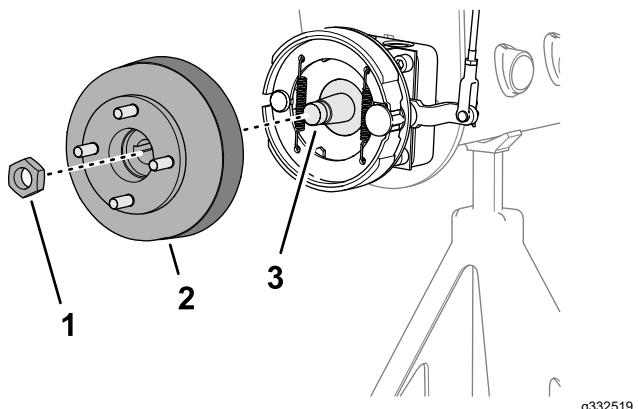
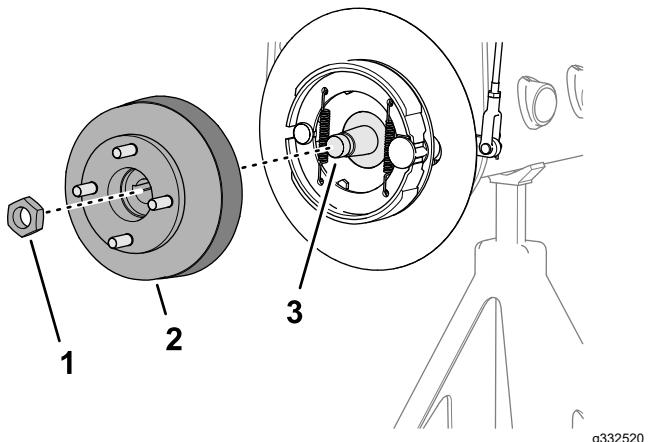

Figura 73
Figura 74
- Monte o cubo da roda e tambor dos travões no veio do motor das rodas (Figura 73 ou Figura 74).
- Prenda o cubo da roda ao veio com a porca de bloqueio (Figura 73 ou Figura 74) e aperte à mão.